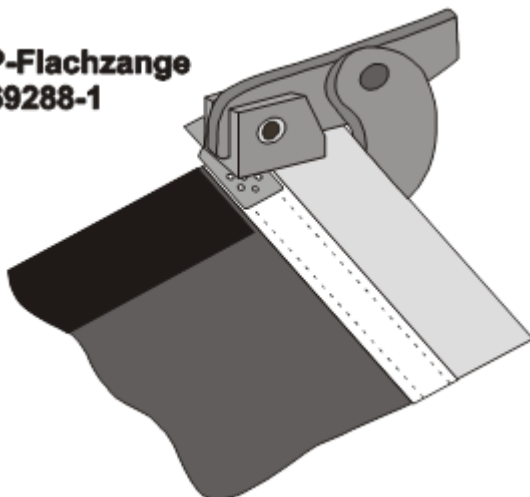

Abb. 4: Aufpressen der Flachklemme
1. Termi-Foil über den Kupferstreifen des Flächenheizleiters schieben, (Entfernen der Isolierfolie ist nicht erforderlich!) mit Zeigefinger und Daumen zusammendrücken, bis Termi-Foil in seiner Lage fixiert ist und mit Spezialzange AMP Nr. 69 288-1 aufpressen. (Abb. 4) Termi-Foil so aufbringen, dass die Seite mit Klemm-Öse auf der Kupferbandseite des Heizleiters liegt.